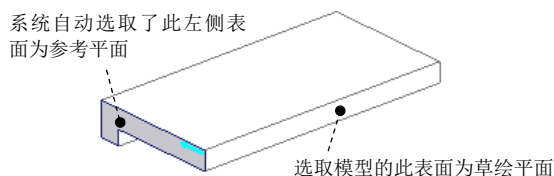
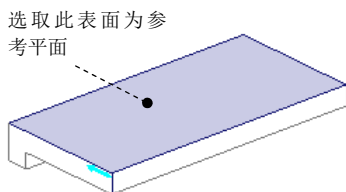

图 3.1.30 设置草绘平面
图 3.1.31 重新设置参考平面
(1) 在绘图区中右击, 从弹出的快捷菜单中选择 **定义内部草绘...** 命令。
(2) 定义截面草图的放置属性。
① 设置草绘平面: 选取图 3.1.30 所示的模型表面为草绘平面。
② 设置草绘视图方向: 采用模型中默认黄色箭头的方向为草绘视图方向。
③ 对草绘平面进行定向。
a) 指定草绘平面的参考平面。此时系统自动选取了图 3.1.30 所示的左侧表面为参考平面, 在此我们可以修改参考平面。方法是: 先单击“参考”后面的文本框, 然后选取图 3.1.31 所示的模型表面为参考平面。